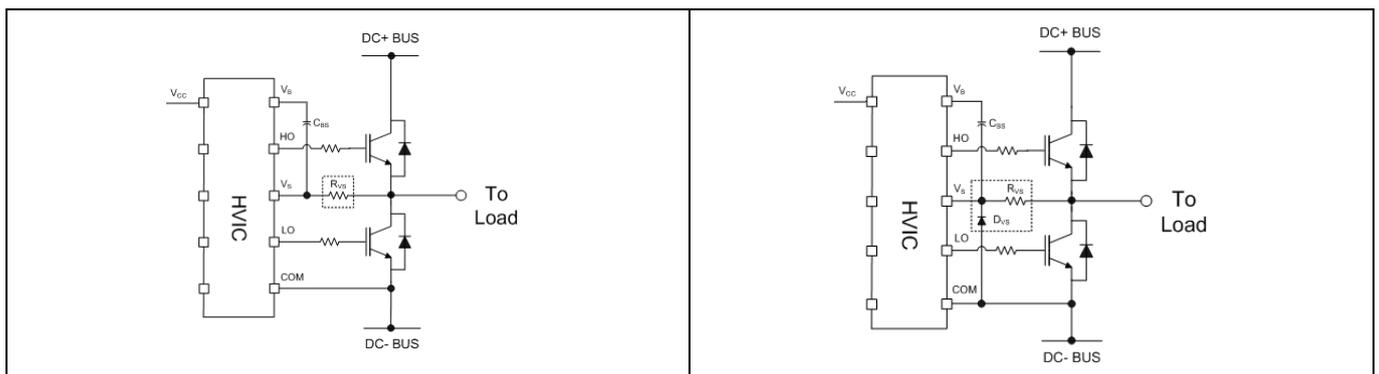

图 22  $V_S$  引脚和开关节点之间的电阻器以及 COM 和  $V_S$  之间的箝位二极管
**布线和布局：**功率级 PCB 寄生元件可能导致开关节点出现较大的负电压瞬变；建议限制相电压负瞬变。为了避免这种情况，建议 1) 尽量缩短高端发射极到低端集电极的距离，以及 2) 尽量缩短低端发射极到负总线轨的杂散电感。但是，如果负  $V_S$  尖峰仍然过大，可以采取进一步措施来降低尖峰。这包括在  $V_S$  引脚和开关节点之间放置一个电阻 (5  $\Omega$  或更小) (参见图 22 - A)，并且在某些情况下在 COM 和  $V_S$  之间使用钳位二极管 (见图 22 -B). 请参阅[www.infineon.com](http://www.infineon.com)上的DT04-4 以获得更详细的解释。